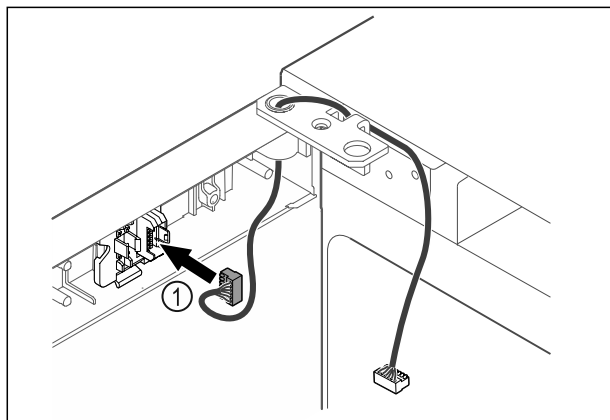

Fig. 33
- Stekker Fig. 33 (1) in steckerhouder steken.